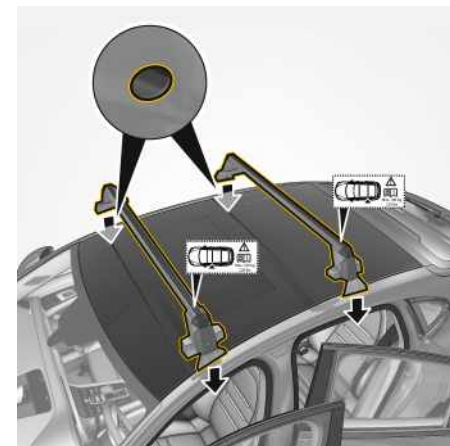

Fig. 206: Montage des supports sur le toit
7. Montez les supports sur le toit avec précaution, de telle sorte que l'autocollant (fig. 206) se trouve sur le côté gauche du véhicule. Identifiez alors les supports avant et arrière à l'aide de l'autocollant.